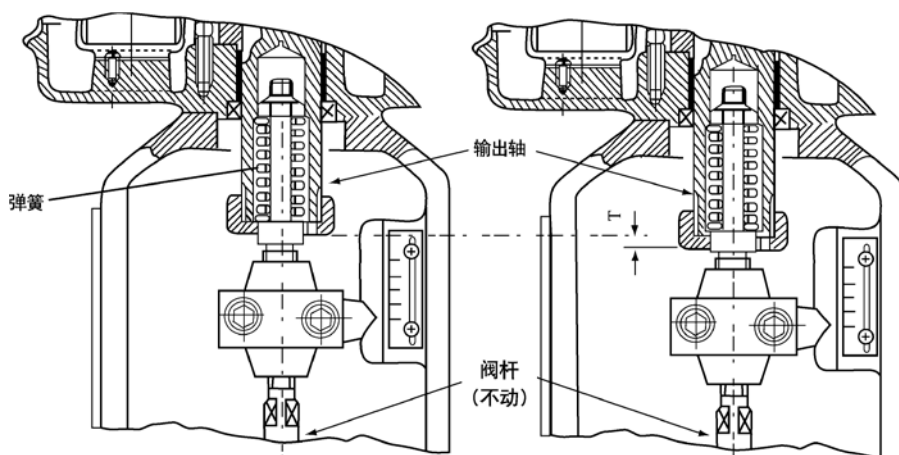

图9
• 当状态开关设定为“正动作”时,(即随着输入信号的增大,输出轴向下运动),将输入信号慢慢增大,当输入信号处于 $20\text{mA}$ 时,确认阀杆不动,即阀芯被关闭,继续将输入信号慢慢增大,使得输出轴内的弹簧被压缩,当输出轴下降约 $T=1\text{mm}$ 时(见图9),调整并紧固好内侧限位凸轮,使限位开关动作,输出轴停止向下运动,即设计保证 $T=1\text{mm}$ 时,执行器达到额定输出力。
• 当状态开关设定为“反动作状态”时,(即随着输入信号的减小,输出轴向下运动),将输入信号慢慢减小,当输入信号处于 $4\text{mA}$ 时,确认阀杆不动,即阀芯被关闭,继续输入信号慢慢减小,使得输出轴内的弹簧被压缩,当输出轴下降约 $T=1\text{mm}$ 时(见图9),调整并紧固好内侧限位凸轮,使限位开关动作,输出轴停止向下运动,即设计保证 $T=1\text{mm}$ 时,执行器达到额定输出力。